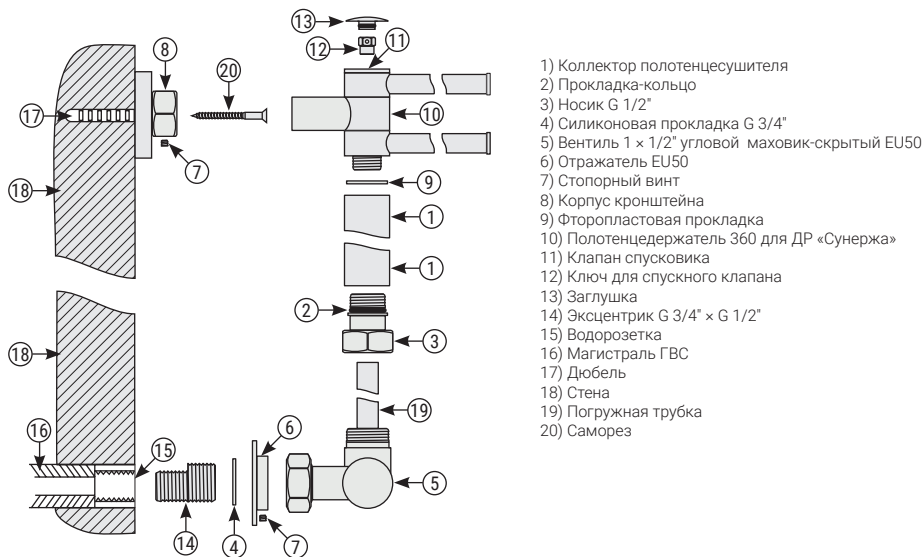

Рис.1
5.1. Сборку и установку изделия производить согласно схеме (рис. 1).
5.3. Установить на коллектор носик с накидной гайкой (рис. 1 «3»). Носики накрутить на вентиль 1 × 1/2" угловой маховик-скрытый EU50 (рис. 1 «5»).
5.4. Вкрутить полотенцедержатель 360 для ДР «Сунержа» (рис. 1 «10») в коллектор.
- 5.9. Для герметизации резьбовых соединений производитель комплектует изделие прокладками собственного изготовления (п. 3.3. и рис. 1 «2», «4», «9»).
- 5.10. После завершения монтажных работ, рекомендуется произвести выпуск воздуха из полости полотенцесушителя через спускной клапан, отвернув винт клапана вращением против часовой стрелки. После выхода воздуха, завернуть винт до упора по часовой стрелке и зафиксировать его, с помощью ключа для спускного клапана (рис. 1 «12») и закрыть полость спускного клапана заглушкой (рис. 1 «13»).
- 6.3. С помощью погружной трубки (рис. 1 «19») возможна смена направления потока, путем разворота трубки на 180°. Следует учитывать, что подача теплоносителя должна осуществляться в центр трубы.